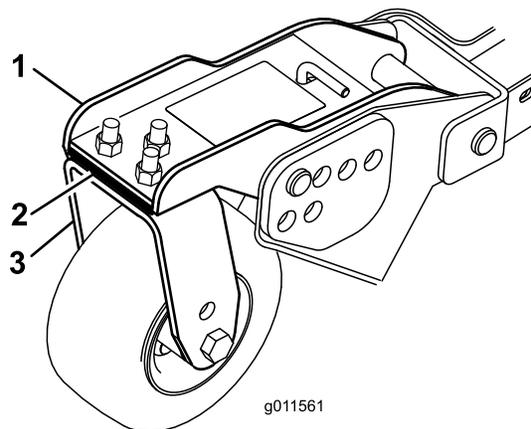

Figura 75
1. Togliete le viti a testa cilindrica e i dadi che fissano il braccio della ruota orientabile alla forcella (Figura 75).